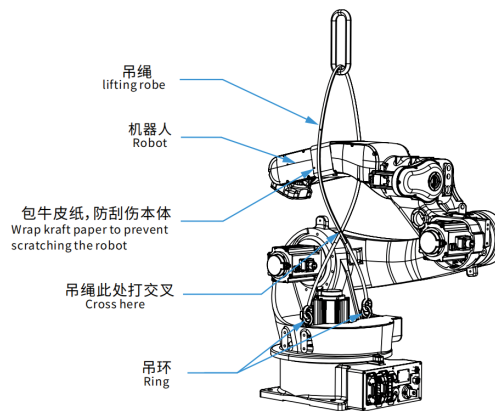

图3.1
- (1) 必须把机器人调整到搬运姿态（参考图3.1）。
- (2) 锁紧机器人腰部的吊环。
- (2) 使用能够承受机器人重量的托盘。
- (3) 将机器人用M16螺栓固定在托盘中间。禁止在托盘边沿放置机器人。
- (4) 搬运时，必须缓慢平稳，防止机器人在搬运过程中晃动。